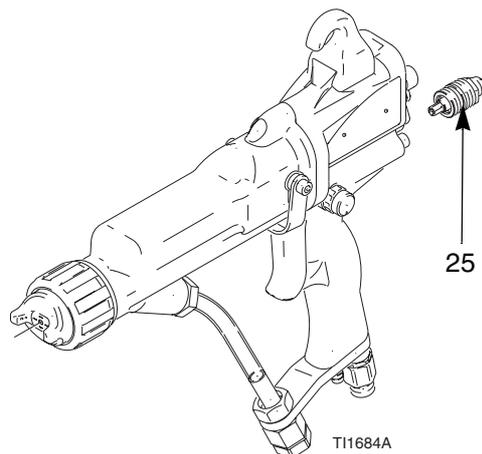

Fig. 32. Válvula de ajuste del fluido
2. Retire la válvula de ajuste del fluido (25). Sólo puede reemplazarse como un conjunto. Vea FIG. 32.
3. Enrosque la válvula (25) en la empuñadura de la pistola. Apriete a un par de 1,7–2,8 N.m.